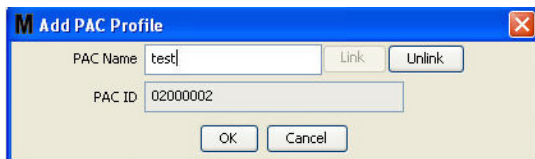

图 115
- PAC ID 编号显示在 PAC ID 字段中（图 115）。单击“确定”关闭屏幕和保存更改。
注意图 115 中的“链接”按钮不再活动，而代之以“取消链接”按钮在活动。单击“取消链接”按钮，断开该 PAC 和 Matrix 电脑之间的关联。